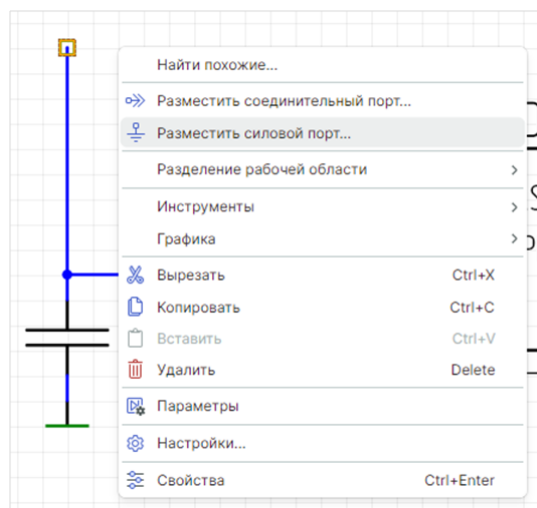

Рис. 136 Контекстное меню для свободного окончания цепи
2. Вызовите контекстное меню для свободного окончания цепи и выберите команду «Разместить силовой порт», см. Рис. 136.